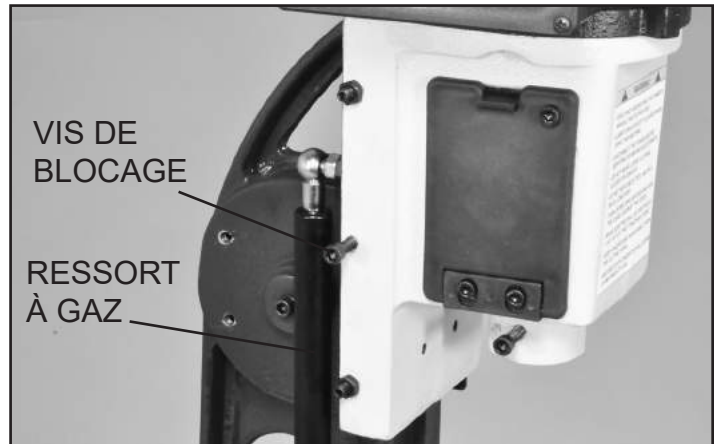

FIG. 1
1. Desserrez la Vis de blocage à six pans (Pièce # 64) qui est située sur le côté gauche de la tête de la mortaiseuse, placée à côté du Ressort à gaz (#57). FIG. 1.